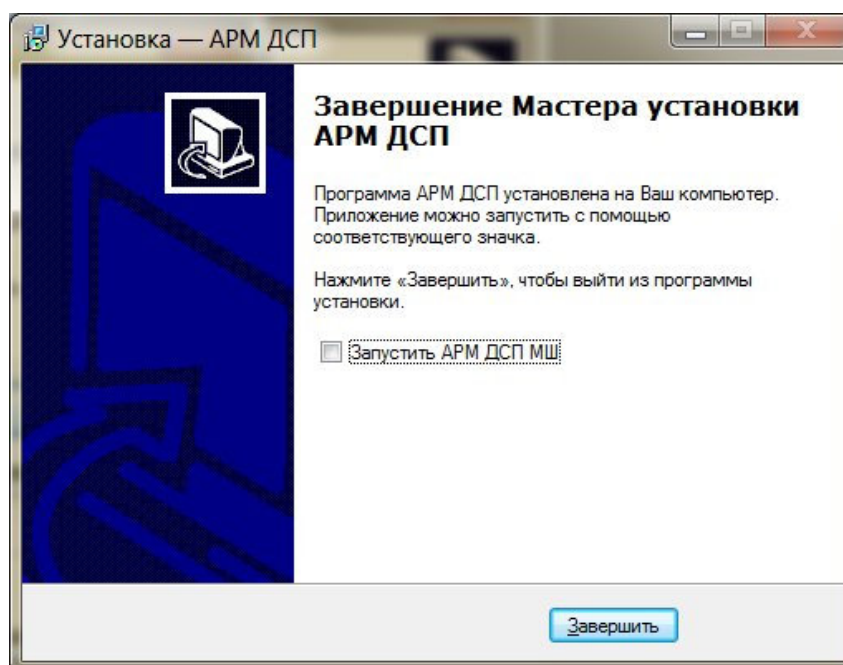

Рисунок 30 – Окно установки АРМ ДСП-АБ
11. Появляется окно завершения установки(Рисунок 30).